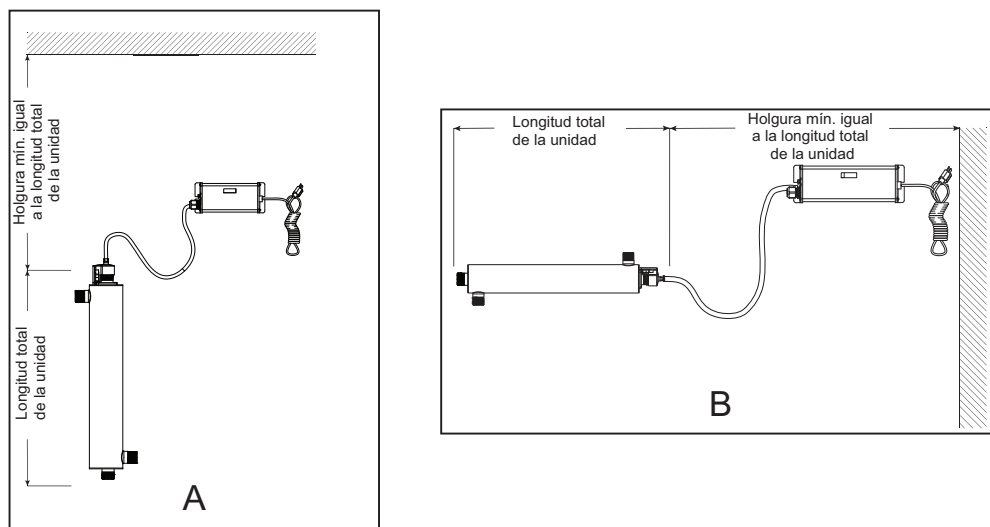

Figura 4 Instalación del sistema de UV: vertical y horizontal
2. Seleccione una ubicación adecuada para el sistema de UV y sus componentes relacionados. Como se recomienda instalar un GFCI, asegúrese de que esto se tiene en cuenta antes de cualquier instalación. El sistema se puede instalar en posición vertical (con el puerto de entrada abajo) como se indica en **Figura 4 A** o en posición horizontal, como se indica en **Figura 4 B**. Pero el método de preferencia es el de la instalación vertical. Cuando seleccione una ubicación de